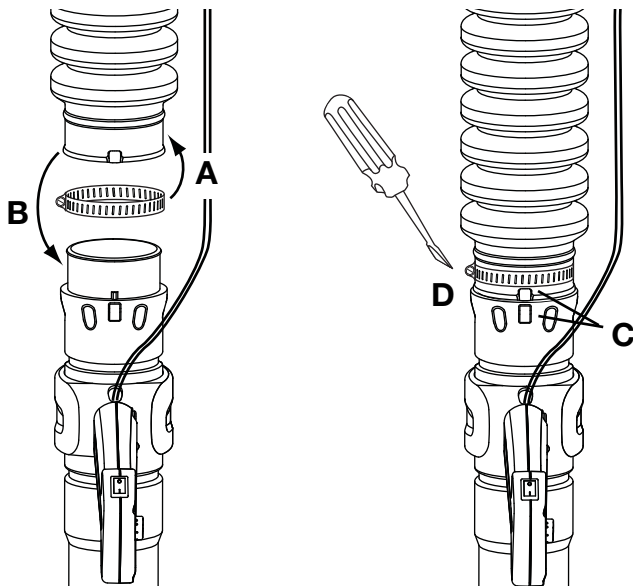

Fig. 2
1. Coloque una abrazadera de manguera sobre el otro extremo del tubo flexible (Fig. 2, A).
2. Deslice el extremo de la manguera con la abrazadera colocada sobre el extremo superior del tubo superior de la sopladora (Fig. 2, B).
3. Alinee el tope del tubo flexible con el tope del tubo superior de la sopladora (Fig. 2, C).
4. Apriete el tornillo de la abrazadera de la manguera para asegurar el tubo flexible al tubo superior de la sopladora (Fig. 2, D).